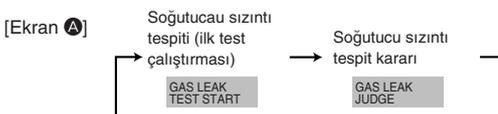

Fig. 8-2
- ② **CLOCK** (▼) düğmesine basın ve **[GAS LEAK TEST START]** (GAZ SIZINTI TESTİNİ BAŞLAT) seçeneğini seçin. (Fig. 8-2)